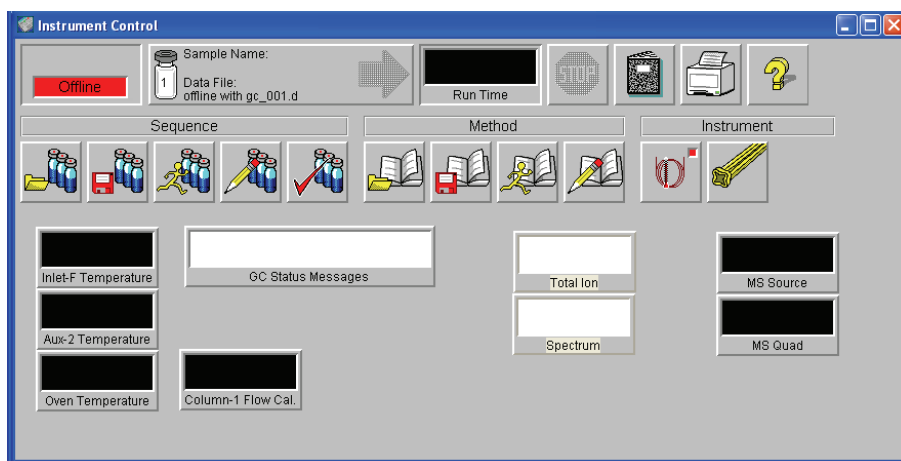

图 7 排列监视器
- 7 单击每个监视器并将其拖到所需的位置。请参见图 7，该图提供了一种排列监视器的方式。